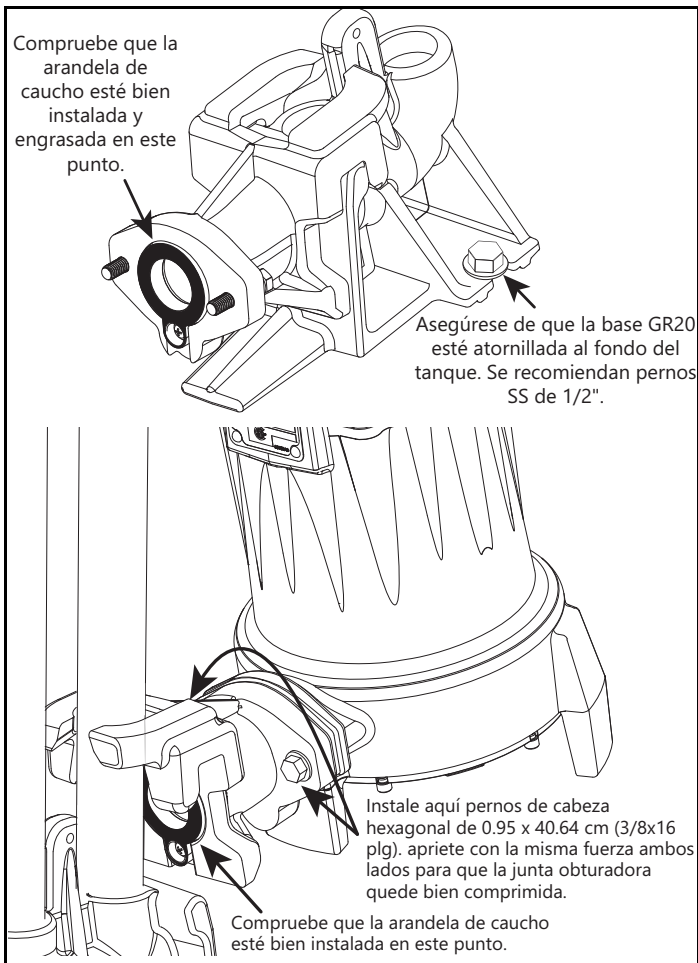
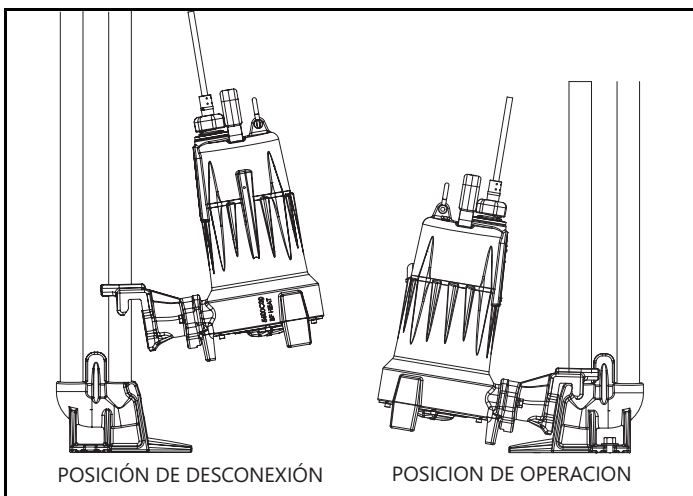

Figura 2. Consejos para la instalación
Figura 3. Modos de operación
G. Ensamblaje de la guía GR20: el ensamblaje de desconexión rápida GR20 que se incluye con el sistema de trituración está diseñado para permitir una fácil instalación y extracción de la bomba. Asegúrese de que la instalación se realice de acuerdo con la Figura 2 y la Figura 3.